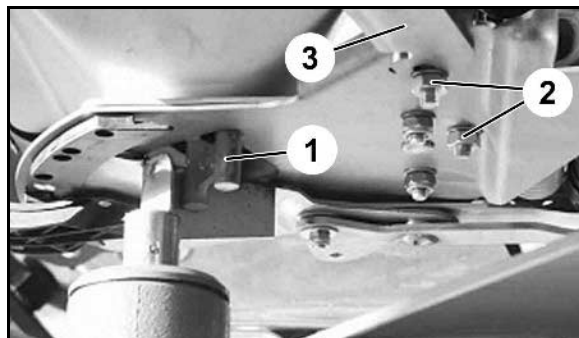

Fig. 9
1. Desfaceți șuruburile de fixare (Fig. 9/2) a consolei servomotorului (Fig. 9/3).
2. Introduceți calibrul de reglare (Fig. 9/1) în deschiderea de trecere.
3. Rotiți consola servomotorului (Fig. 9/3) înspre calibrul de reglare și strângeți din nou șuruburile de fixare (Fig. 9/2).